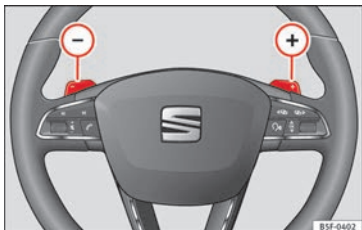

Fig. 196 Volant : palettes pour boîte automatique.
- Appuyez sur la plaquette (+) pour passer une vitesse supérieure »» **fig. 196**.